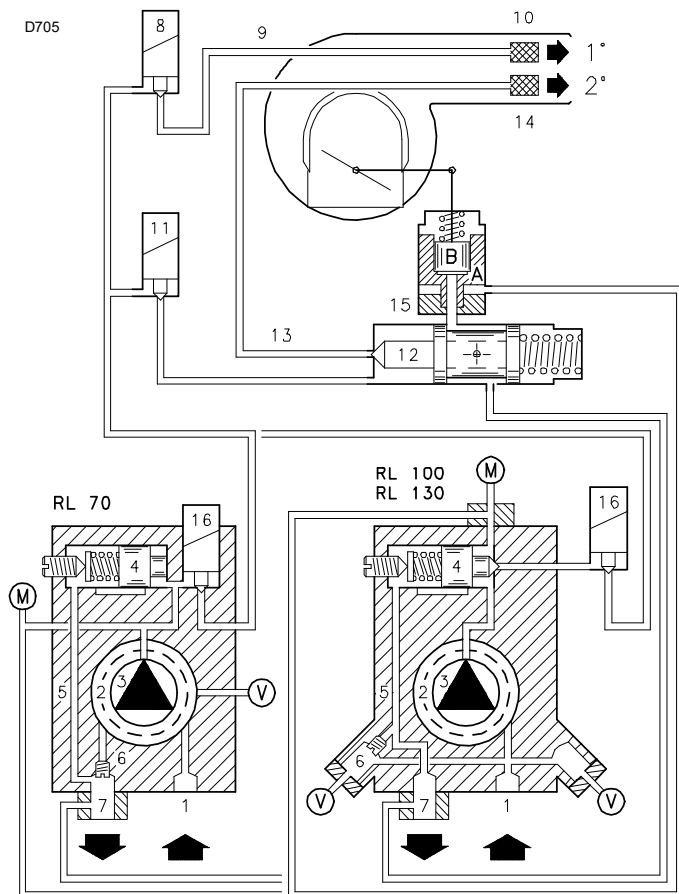

Fig. 28
8.4.1 Burner starting (Fig. 27) - (Fig. 28)